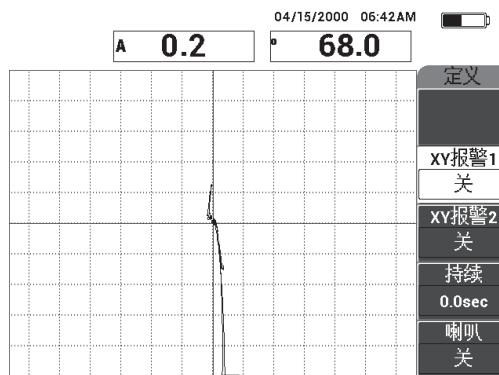

图 6-32 在脱粘缺陷和修复区域上扫查
6. 慢慢地在一个脱粘缺陷和一个修复区域上扫查，然后按冻结键 () (参见第 135 页的图 6-32)。